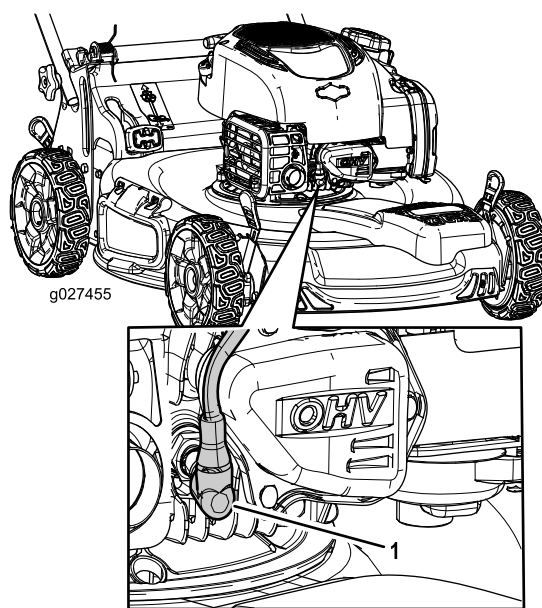

Figure 19
2. Débranchez le fil de la bougie (Figure 19).